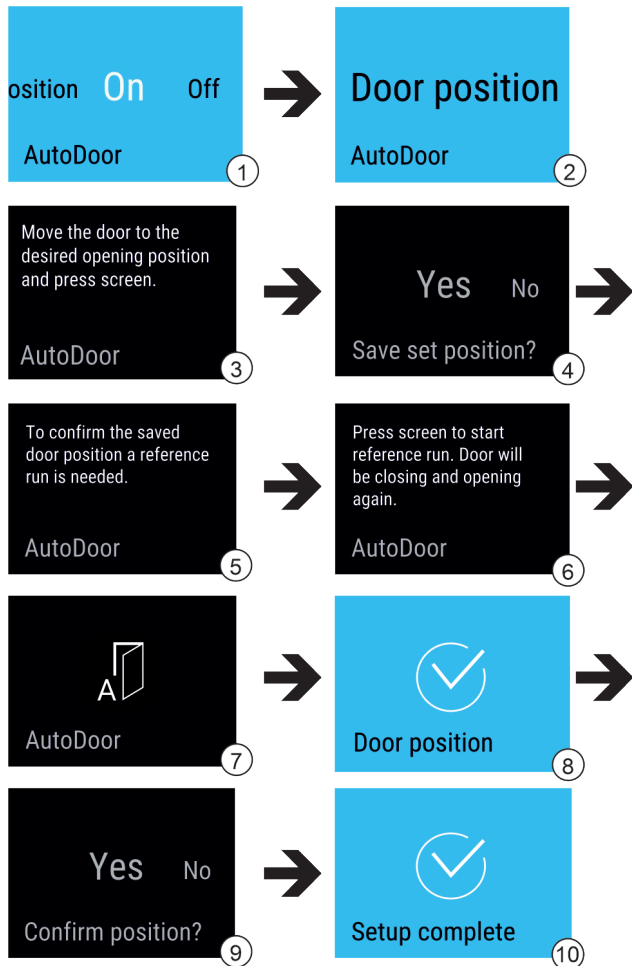

Fig. 17
- ▶ Вибрати функцію AutoDoor. Fig. 17 (1)
- ▶ Індикацію на дисплеї перемістити до появи Door position. Fig. 17 (2)
- ▶ Конфігурувати кут розкриття дверей: Відкрити двері мінімум на 70°. Fig. 17 (3)
- ▶ Підтвердити кут розкриття дверей: Торкнутись повідомлення на дисплеї. Fig. 17 (4)
- ▶ Запустити встановлення у початкове положення: Торкнутись дисплею. Fig. 17 (6)
- ▷ Дисплей блимає. Fig. 17 (7)
- ▷ Встановлення у початкове положення успішне: Дисплей стає блакитним на 2 секунди. Fig. 17 (8)
- ▶ Підтвердити кут розкриття дверей. Fig. 17 (9)
- ▷ Дисплей стає блакитним. Fig. 17 (10)